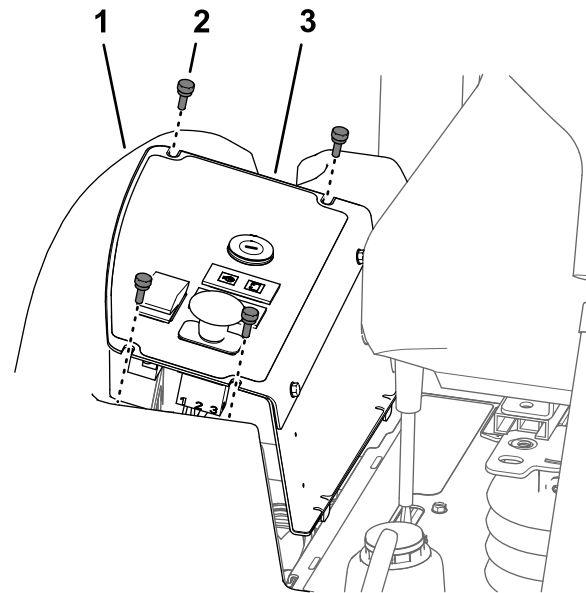

Figura 52
1. Retire los 4 tornillos moleteados que sujetan la placa del panel de control al depósito de combustible (Figura 52).
2. Levante la placa del panel de control (Figura 52).
3. Alinee las ranuras de la parte superior de la placa del panel de control con los taladros de la pestaña del depósito de combustible (Figura 52).
4. Monte la placa del panel de control en la pestaña del depósito de combustible con los 4 tornillos moleteados (Figura 52) que retiró en el paso 1 de Retirada de la placa del panel de control (página 54).